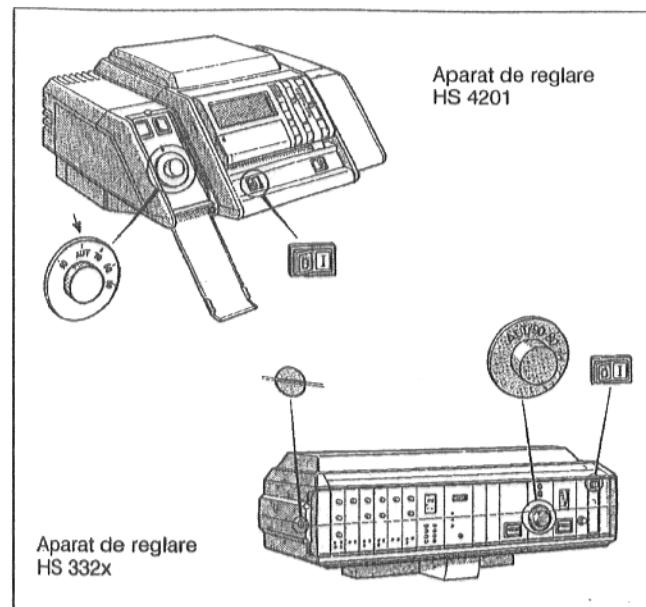
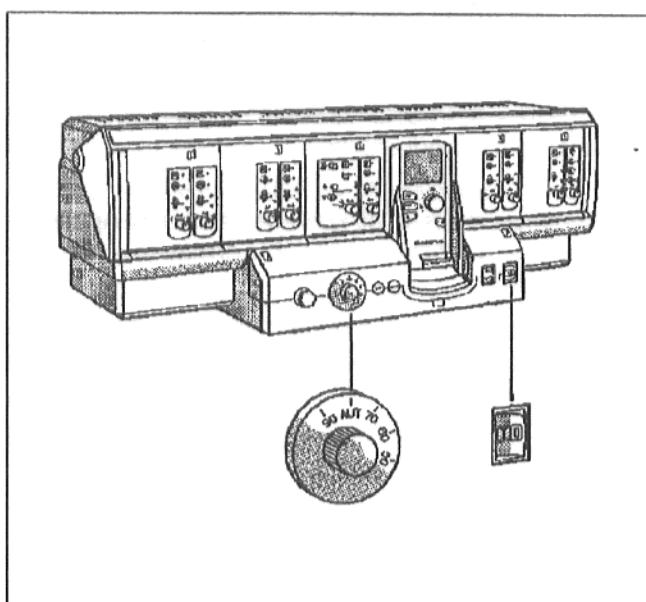

Fig. 24: Aparatele de reglare HS 4201 și HS 332x
Fig. 25: Aparatul de reglare 431x
- Dezaerisirea conductei de alimentare cu gaz: Șurubul de închidere a niplului de verificare pentru presiunea de racord și dezaerisire la armătura arzătorului de gaz (Fig. 25) se desface ușor, numai două rotații. Dacă nu mai este aer se închide din nou șurubul de închidere a niplului de verificare.
Șliștul șurubului capacului transparent al aparatului de reglare (Fig. 24) se aduce în poziția orizontală, de exemplu cu ajutorul unei monede. Capacul transparent se va ridica înainte.
- Comutatorul funcționare (Fig. 24 respectiv Fig. 25), la cazonul dublu se aduce la ambele apărate de reglare pe poziția I (ON).
se deschide clapa de acoperire din stânga (Fig. 24).
Aparatul de reglare al temperaturii apei cazonului (Fig. 24 respectiv Fig. 25) se fixează pe AUT respectiv 80 °C. La reglarea constantă se fixează pe temperatura dorită (min. 50 °C).
Aparatul de reglare al temperaturii apei cazonului (Fig. 24 respectiv Fig. 25) se fixează pe AUT respectiv 80 °C.
Aparatul de reglare al temperaturii apei cazonului (Fig. 24) al unui bloc de cazane se fixează pe temperatura dorită (min. 50 °C). Prin aceasta blocul cazonului 1 (cazanul conducător) este definit.